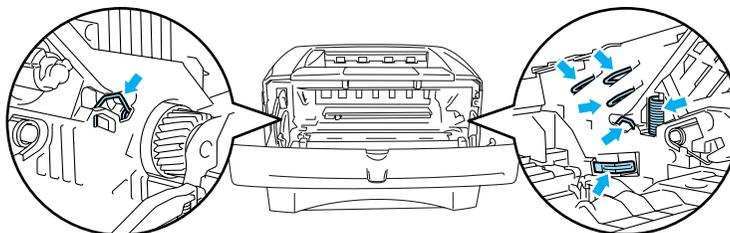

Abbildung 5-17
- Berühren Sie keinesfalls die in Abbildung 5-17 gezeigten Elektroden, sonst kann der Drucker durch statische Elektrizität beschädigt werden!